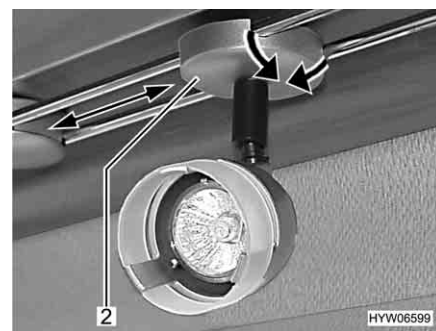

Fig. 95 Come posizionare il faretto
- Afferrare il supporto (Fig. 95,2).